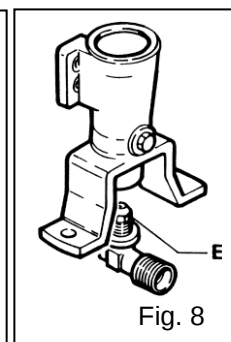

Fig. 8
5.2.2 Bruciatore principale (Fig. 8)